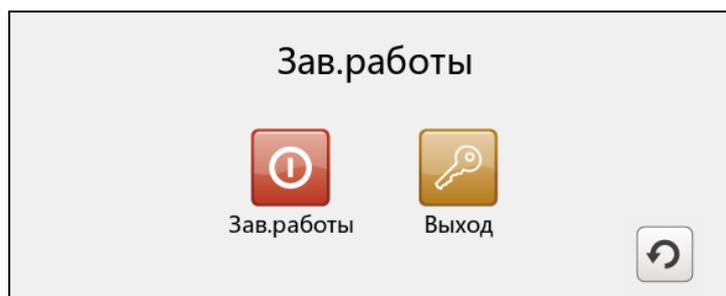

Рис. 3-3. Выход пользователя из системы
3. При нажатии элемента  окно, показанное на рис. 3-3, будет закрыто.